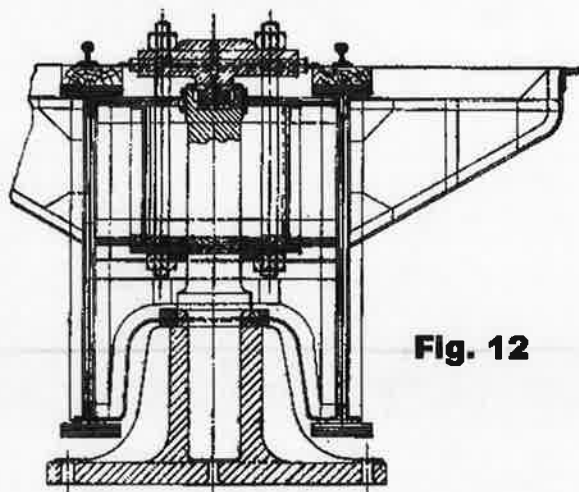

Fig. 12
La charge entière porte sur un pivot central unique. Aux extrémités, la plaque est munie de galets de roulement, qui forment des supports mobiles supplémentaires, mais n'interviennent comme tels qu'à titre exceptionnel. Le mode de suspension de ce type de plaque est représenté par la figure 12. Les organes principaux sont : le pivot (P), les lentilles (L et L') et les boulons de suspension (B) qui portent toute la plaque tournante. Ils permettent de régler la suspension de la plaque en hauteur. Les lentilles tolèrent de petites inclinaisons longitudinales ou transversales, qui peuvent être nécessaires quand il n'est pas possible d'équilibrer exactement la charge ou que le centre de gravité de celle-ci ne tombe pas exactement sur l'axe de symétrie